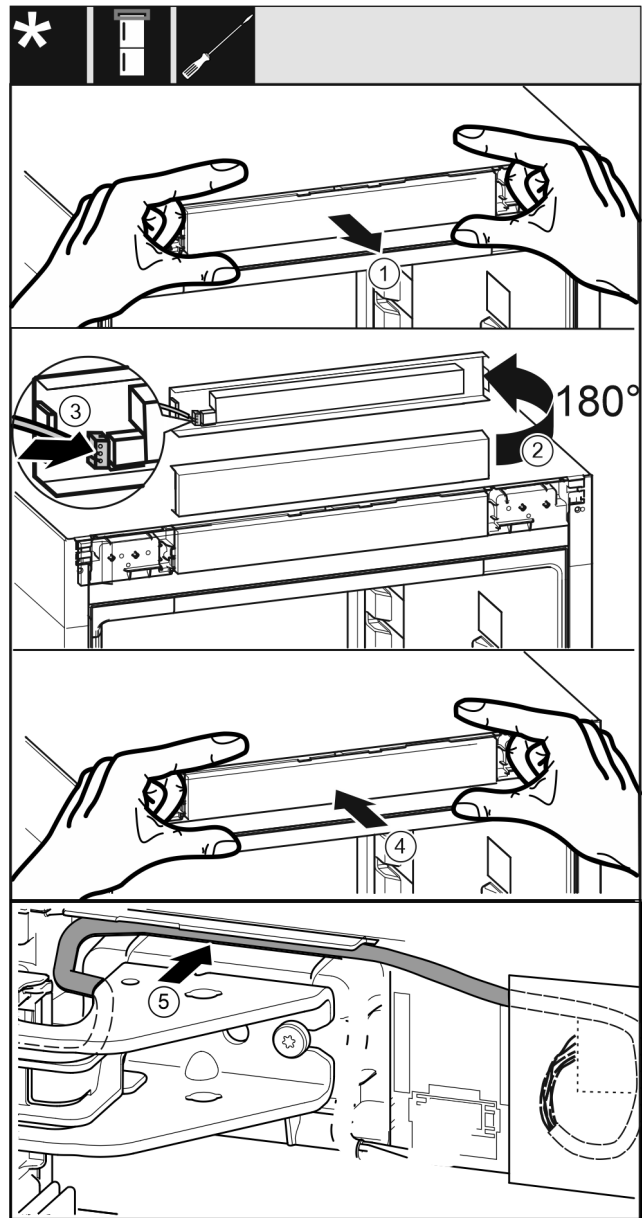

Fig. 40
- ▶ 小心地取出控制面板 Fig. 40 (1)。
- ▶ 将控制面板 Fig. 40 (2)向上旋转 180°。
- ▶ 将插头 Fig. 40 (3)卡紧在控制面板上。
- ▶ 将控制面板 Fig. 40 (4)重新卡紧在冰箱上。
- ▶ 将电缆 Fig. 40 (5)通过上方托架小心地放置到导向装置中。